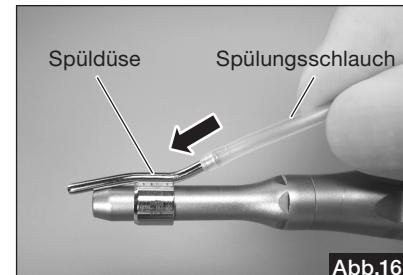

Abb.16
- Montieren Sie eine Spüldüse für den Aufsatz an das andere Ende des Spülungsschlauchs (Abb. 16).